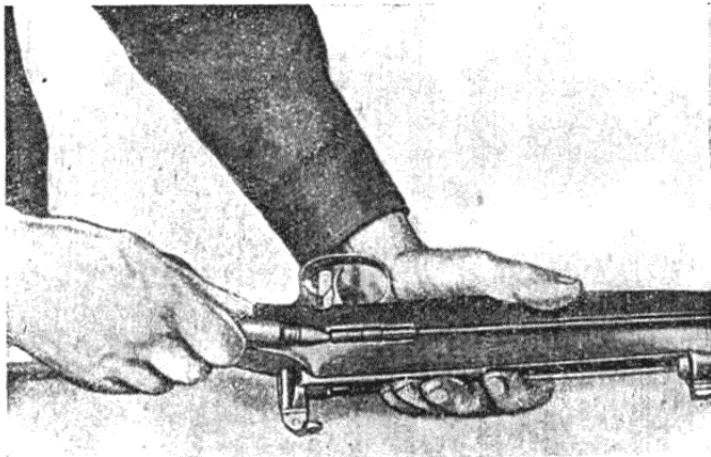

Рис. 40. Отделение шомпола.
5. Вынуть шомпол: утопить шомпольный упор с пружиной шомпольного упора, выести из гнезда рукоятку шомполя, приподняв ее вверх, и отделить шомпол от ложи карабина (рис. 40).